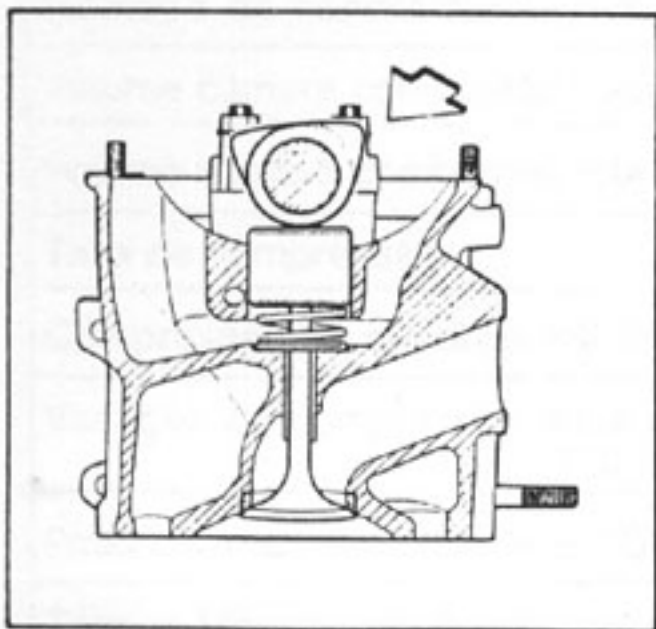

Fig.70 - Verificação do Tucho Hidráulico
6. Girar a árvore de manivelas no sentido horário, até que o par de came referente ao cilindro a ser verificado fique voltado para cima (fig.70).